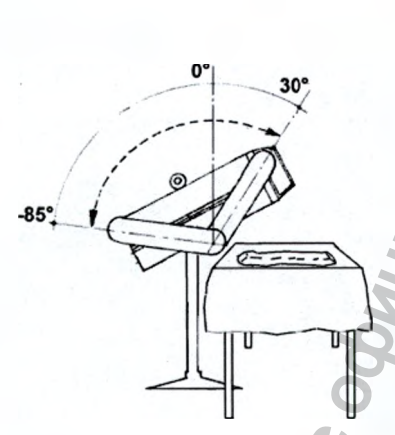

Рис. 24
- от 30° внутреннего вращения до -85° внешнего (рис.24)